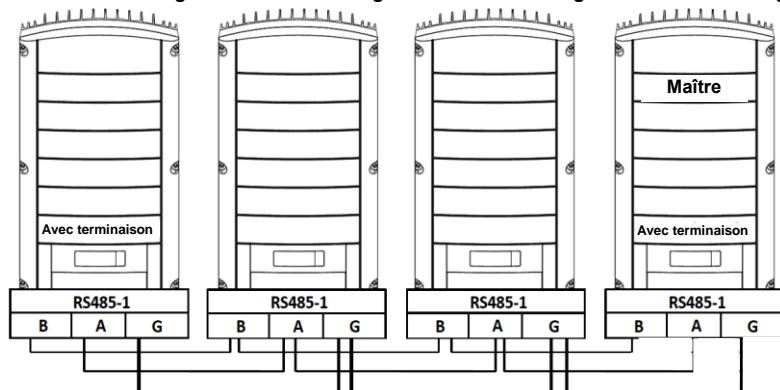

Figure 27 : exemple de connexion par bus RS485
- Reliez les autres onduleurs de la chaîne. La couleur du fil utilisé pour relier tous les plots **A** des onduleurs n'a pas d'importance en elle-même, mais vous devez utiliser la même couleur pour tous les plots **A**. Il en va de même pour les plots **G** d'une part et pour les plots **B** d'autre part. La Figure 27 présente un schéma de principe des connexions.